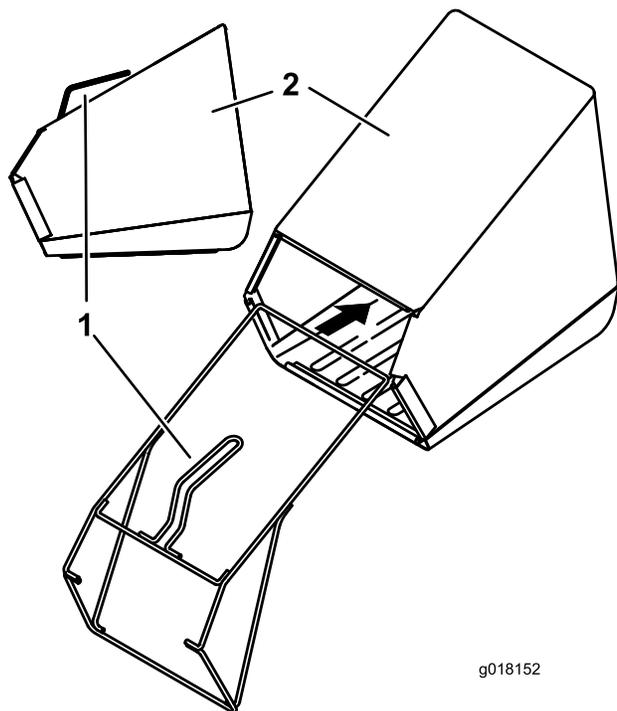

Figura 4
- Inserite il telaio nel cesto di raccolta, tenendo la maniglia al di sopra del cesto (Figura 4).